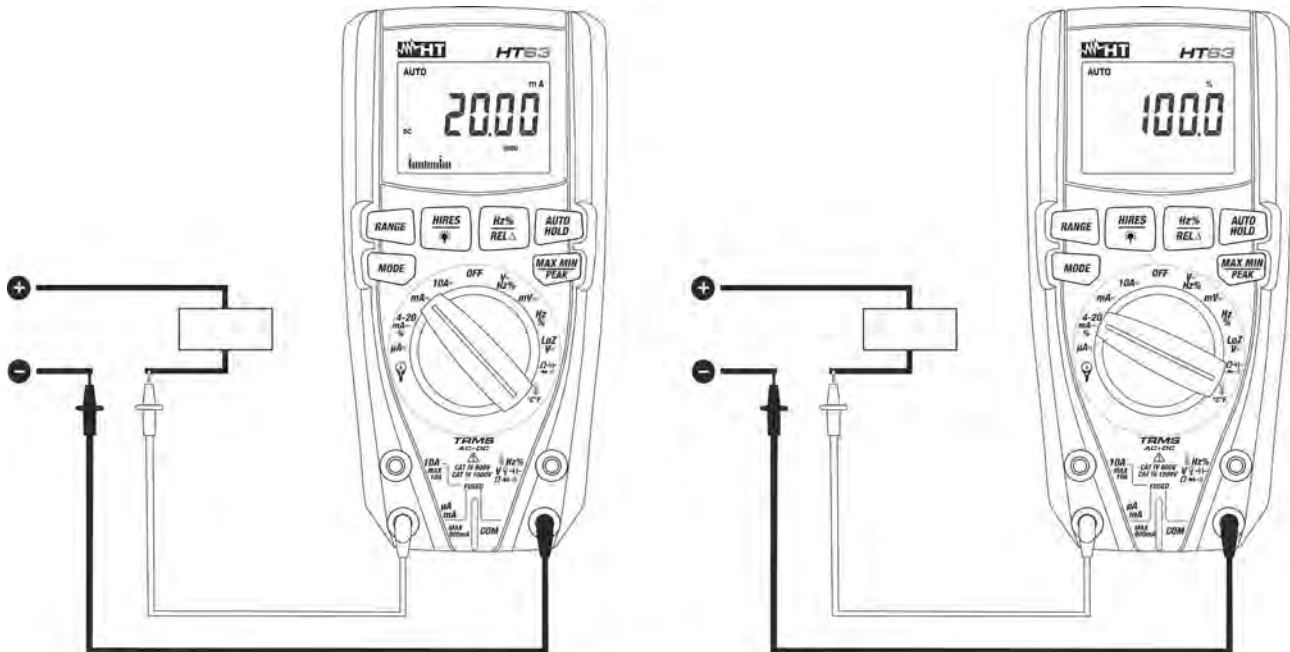

Abb. 10: Verwendung des Gerätes für Gleichstrommessung und 4-20mA% Ablesung
4. Verbinden Sie die rote und die schwarze Messleitung in Reihe mit dem Kreis, dessen Strom Sie messen möchten, und dabei achten Sie auf die Strompolarität und -richtung (siehe Abb. 10).
6. Der Gleichstromwert (siehe Abb. 10 – linke Seite) erscheint auf dem Display.
7. Der Wert der 4-20mA% Ablesung (0mA = -25%, 4mA = 0%, 20mA = 100% und 24mA = 125%) (siehe Abb. 10 – rechte Seite) Ablesung erscheint auf dem Display. Der Bargraph ist bei dieser Funktion nicht aktiv
9. Das Symbol "**-**" auf dem Display des Gerätes gibt an, dass der Strom die umgekehrte Richtung mit Bezug auf den Anschluss in Abb. 10 hat.